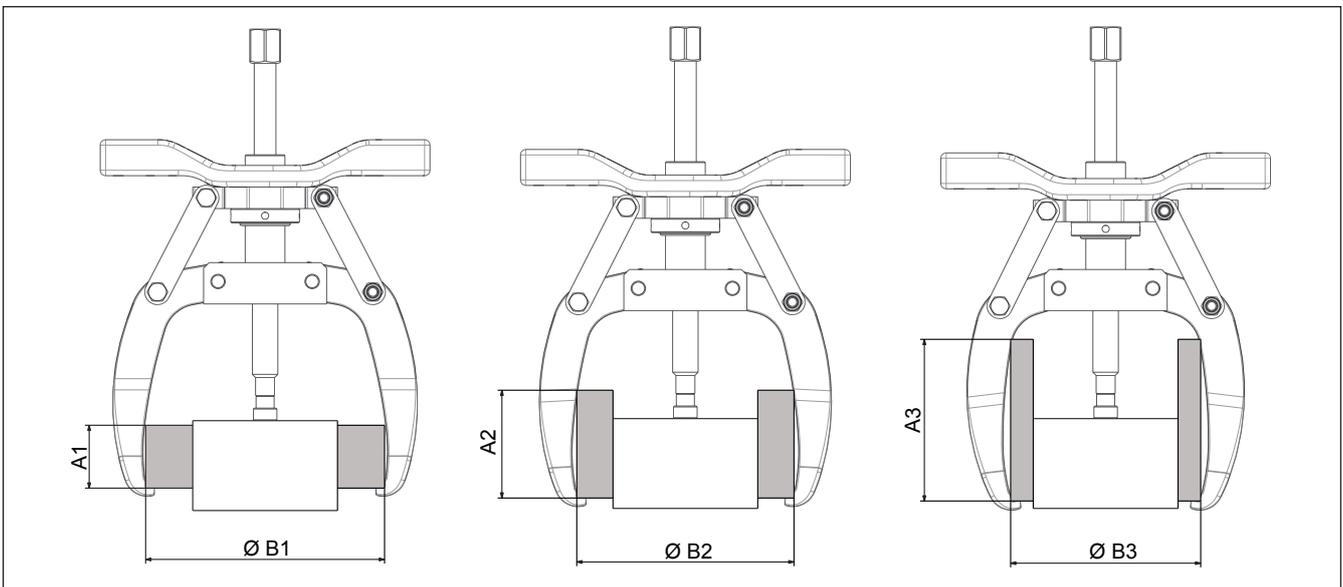

Abbildung 6, Abzieher - maximale Reichweite und Spreizweite
- Beachten Sie bei der Montage des Abziehers am Werkstück die maximale Reichweite und Spreizweite, wie in Abbildung 6 angegeben. Wenn Sie diese wichtigen Richtlinien beachten, minimieren Sie das Ausmaß einer Durchbiegung von Abzugarm und Spindel bei der Aufbringung großer Kräfte.
NOTICE Die Spindel und die Abzugarme müssen in das Werkstück eingreifen und zumindest die minimale Reichweite und Spreizweite erzielen, wie in Abbildung 6 angegeben. Sollte eine zusätzliche Reichweite erforderlich sein, kann ein Abstandhalter verwendet werden. Bringen Sie in Schritt 3 ein Distanzstück in der entsprechenden Größe zwischen dem Spitzenschutz und dem Werkstück an.